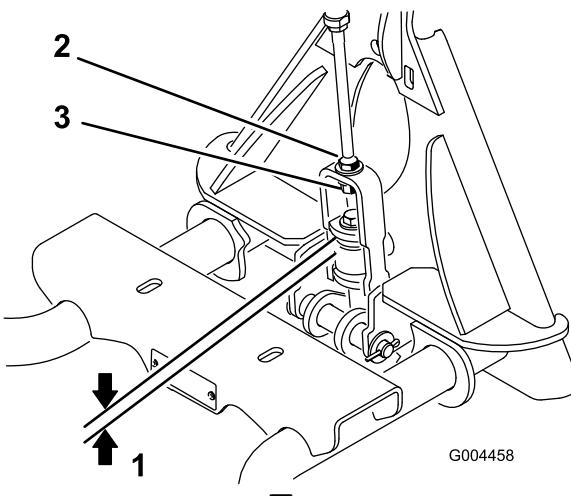

図 7
2. 図 7に示すように、上面のワッシャからアタッチメント・アダプタのリンク・アセンブリのスペーサまでの距離を測る。
注 ワッシャとショルダ（肩）とのすき間が $1.5\sim2$ mm あれば適正です（図 7）。
3. すきまの大きさが適正でない場合は、リンク・アセンブリについているジャムナットをゆるめ、調整ナットを締め方向またはゆるめ方向に回してすきまを調整する（図 7）。